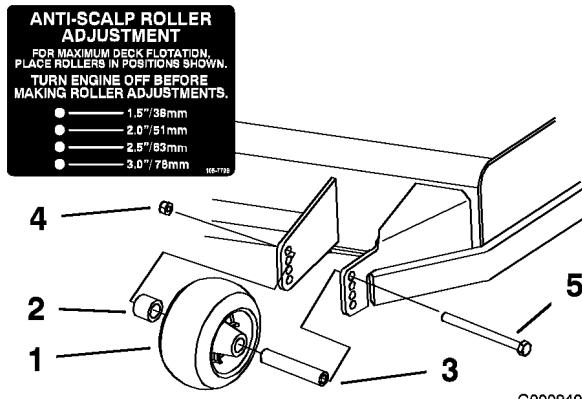

Figura 20
- Después de ajustar la altura de corte, ajuste los rodillos retirando la tuerca con arandela prensada, el casquillo, el espaciador y el perno (Figura 20, Figura 21 y Figura 50).
- Instale la tuerca con arandela prensada, el casquillo, el espaciador y el perno. Apriete a 54-61 Nm (Figura 20, Figura 21 y Figura 50).